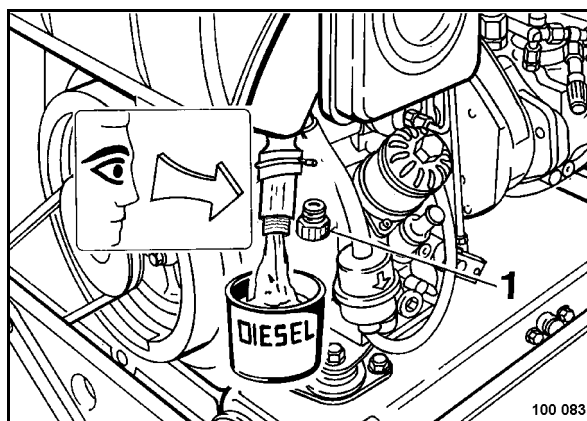

Fig. 89
- Desenroscar el tornillo de descarga (1) (Fig. 89) y recoger el agua con combustible.